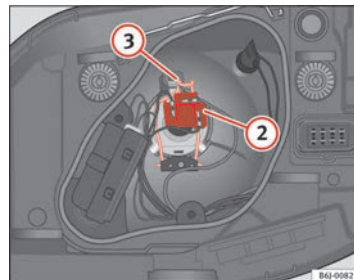

Abb. 140 Abblend- /
- Den Stecker ⇒ Seite 227, Abb. 140 ② von der Lampe abziehen.
- Die Haltefeder ⇒ Seite 227, Abb. 140 ③ durch Eindrücken und Rechtsdrehung abnehmen.